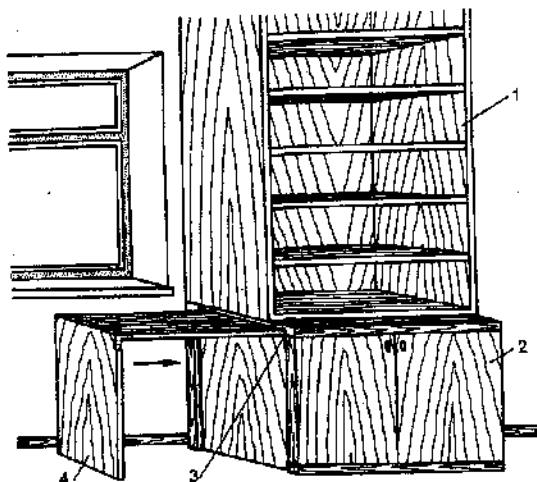

Рис. 202. Выдвижной стол; 1 — книжный шкаф; 2 — тумба под шкаф; 3 — паз для захода крышки стола; 4 — опорная боковина
**Выдвижной стол.** На рис. 202 показан пример мобильного трансформирующегося стола. При необходимости он